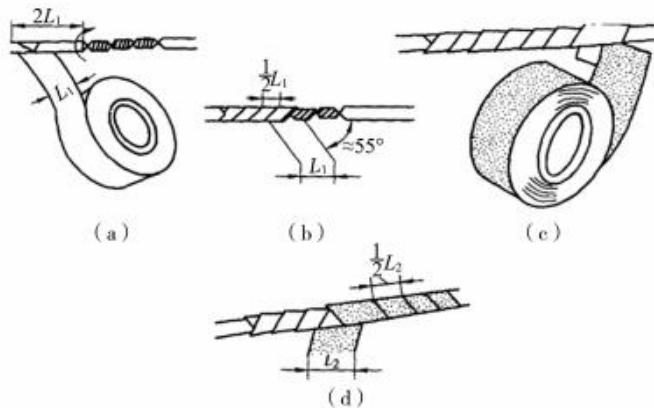

图 1-6 直线连接接头的绝缘恢复
- 1) 包缠时,先将绝缘带从左侧的完好绝缘层上开始包缠,应包入绝缘层 30~40 mm,包缠绝缘带时要用力拉紧,如图 1-6(a)所示。带与导线之间应保持约 55°倾斜,如图 1-6(b)所示。
- 2) 进行每圈斜叠缠包,后一圈必须压叠住前一圈的 1/2 带宽,如图 1-6(c)所示。
- 4) 黑胶布也必须进行 1/2 叠包,包到另一端也必须完全包住绝缘带,收尾后应用双手的拇指和食指紧捏黑胶布两端口,进行一正一反方向拧旋,利用黑胶布的黏性,将两端充分密封起来,尽可能不让空气流通。这是一道关键的操作步骤,决定着加工质量的优劣,如图 1-6(d)所示。